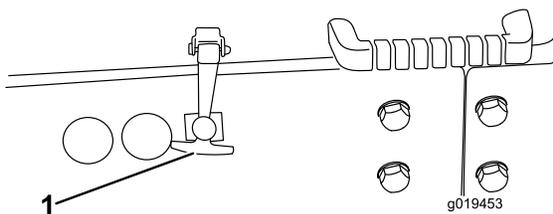

図 28
1. 平らな場所に駐車する。ラッチ（図 28）を外し、フードを持ち上げる。